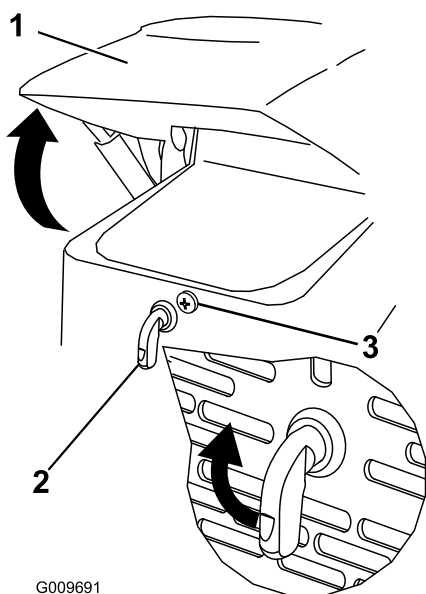

Figura 27
1. Allentate la vite di bloccaggio del cofano (Figura 27)
3. Serrate la vite di bloccaggio del cofano per fissare il dispositivo di chiusura (Figura 27).
2. Girate il fermo del cofano in senso orario (Figura 27).
3. Ruotare il cofano verso l'alto (Figura 27).